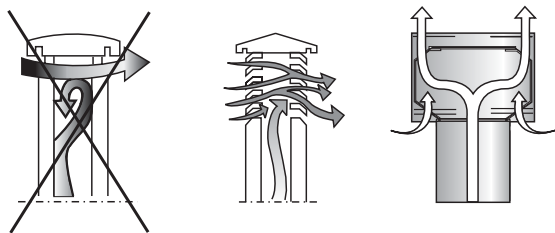

Fig. 5.2.3
- La forme de la **CHEMINEE** doit être de type **ANTI-VENT** avec une section intérieure égale à celle du conduit de fumée et une section de passage des fumées en sortie **DOUBLE** par rapport à la section intérieure du conduit de fumée (Fig. 5.2.3).
- La **CHIMENEA** debe ser del tipo **ANTIVIENTO** con sección interna equivalente a la del cañón de humo y sección de paso del humo a la salida al menos **DOBLE** respecto a la interior del cañón de humo (Fig.5.2.3).